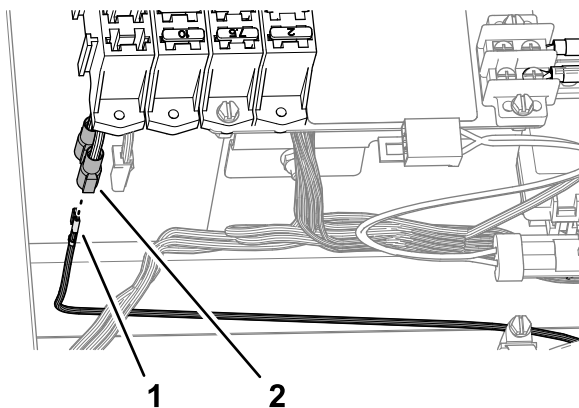

**Bild 19**
1. Entfernen Sie die Klemmschrauben vom Erdungsblock (Bild 19).
2. Befestigen Sie den Ringkabelschuh des Kit-Kabelbaums beschriftet mit HORN GROUND mit der Anschlussklemmschraube am Erdungsblock (Bild 19).